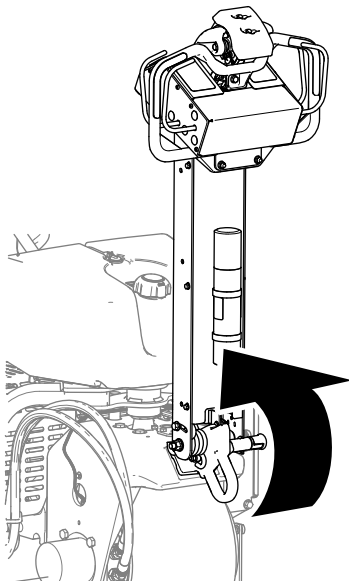

Рисунок 72
1. Полностью поднимите рукоятку управления, чтобы включить стояночный тормоз (Рисунок 72).